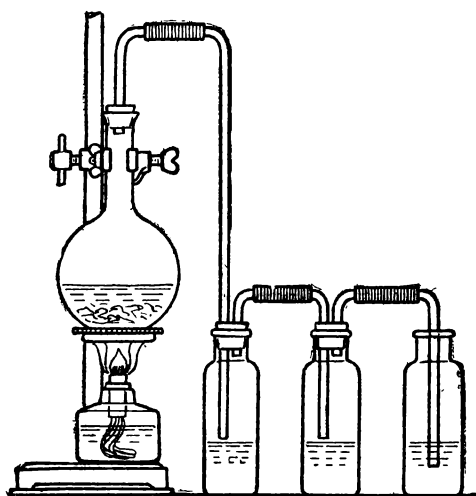

Рис. 6. Прибор для получения хлористого водорода и поглощения его водой (получение соляной кислоты).
Для получения более значительного количества соляной кислоты можно воспользоваться прибором, изображённым на рис. 6. В колбе получается хлористый водород. Он проходит через три банки, в которые налита вода. Газоотводная трубка опущена в воду только в последней банке, в первых же двух — не доходит до воды. Благодаря большой растворимости хлористого водорода в воде он поглощается главным образом в первой банке. Раствор хлористого водорода в воде
3. Заводское получение соляной кислоты. Указанный способ получения хлористого водорода применяется на производстве. На рис. 7 дана упрощённая схема современного завода для производства соляной кислоты и сульфата. На производстве вместо колбы, применяемой в лаборатории (рис. 6), пользуются громадным сосудом, сложенным из обожжённых глиняных плит, — муфелем, имеющим вид плоской круглой коробки. Муфель вмазан в печь, в которой и нагревается. На